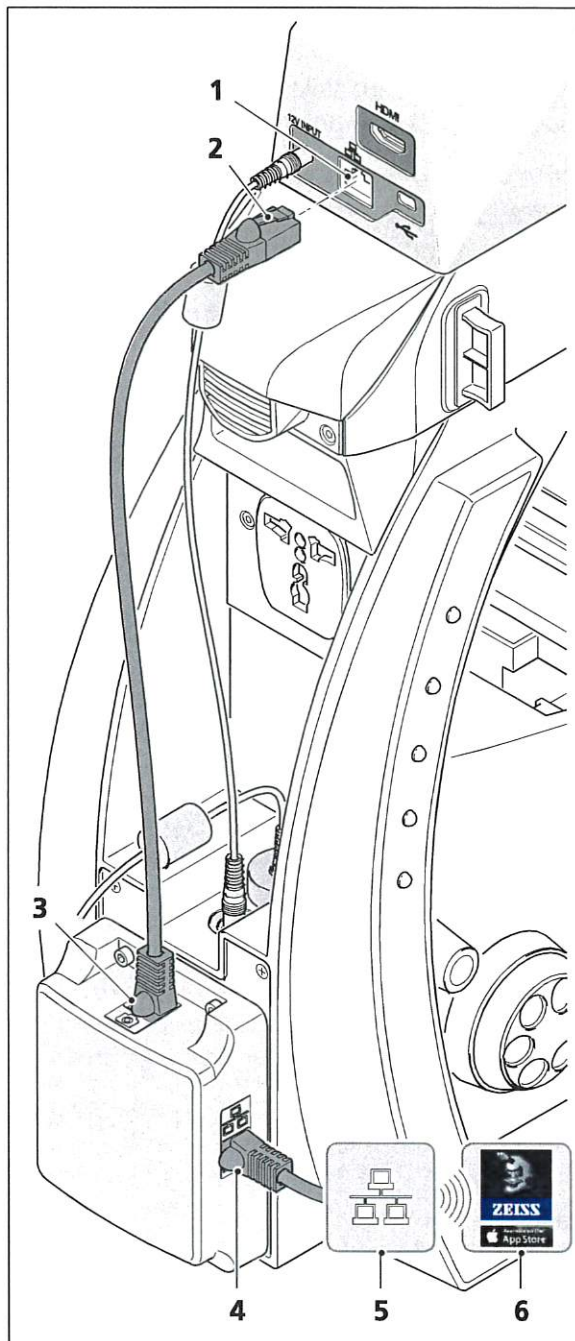

Fig. 9 Raccordement au réseau
Pour cela, introduisez un connecteur mâle (Fig. 9/2) du câble Ethernet court dans le connecteur femelle au dos du tube binoculaire 30°/20 (Fig. 9/1).
- Introduisez l'autre connecteur mâle du câble Ethernet dans le connecteur femelle de l'adaptateur réseau (Fig. 9/3).
- Introduisez un connecteur mâle de l'autre câble Ethernet dans le connecteur femelle sur le côté de l'adaptateur réseau (Fig. 9/4) et raccordez la caméra au réseau.
La caméra intégrée s'identifie automatiquement au moyen du protocole de configuration DHCP (Dynamic Host Configuration Protocol) dans le réseau (Fig. 9/5) et est reconnue immédiatement par l'application Matscope si l'iPad (Fig. 9/6) est détecté dans le même réseau.